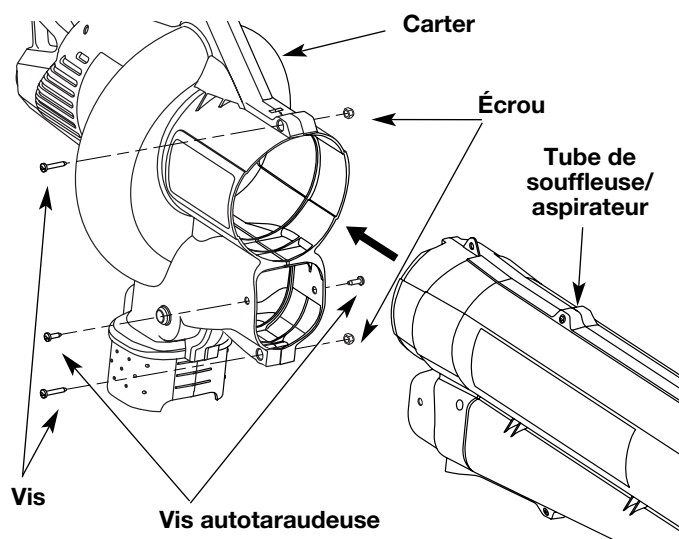

Fig. 1
2. Insérez complètement le tube de souffleur/aspirateur dans l'ouverture du carter jusqu'à ce que les trous des pattes du tube soient alignés avec ceux des vis du carter (Fig. 1).
3. Introduisez les 2 (deux) vis à filets interrompus 8-32 x 3/4" Torx T20 dans le côté droit du carter et les 2 (deux) écrous dans le côté gauche du carter (Fig. 1).
5. Insérez les 2 (deux) vis à filets interrompus autotaraudeuses 8-16 x 3/4" Torx T20 restantes dans les trous des deux côtés du carter (Fig. 1). Vissez bien sans trop serrer.